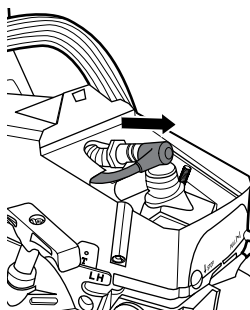
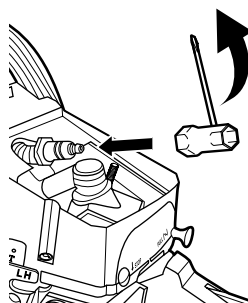

Fig. 36
Fig. 37
- > Retirez le couvercle du filtre à air [14] et le filtre à air, comme ci-dessus. Retirez le fil de la bougie d'allumage (Fig. 36). Utilisez la clé mixte pour desserrer et retirer la bougie d'allumage (Fig. 37).